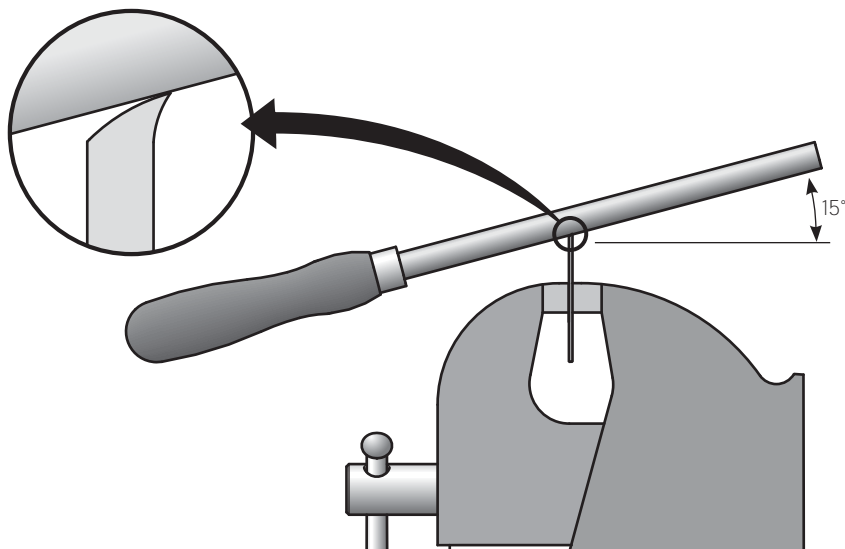

Figure 5 : Affilage
Étape 3 – Affilage : Maintenir fermement la lame dans un étau. Utiliser un affiloir – l’affiloir triple Veritas 05K32.01 convient très bien pour cette tâche – pour former le crochet, comme illustré à la **figure 5**. Appuyer fermement l’affiloir sur la lame et exécuter 3 ou 4 passes sur toute sa longueur, en suivant l’angle du biseau. Répéter cette étape, en soulevant légèrement la poignée de l’affiloir. Enfin, terminer cette opération avec l’affiloir incliné à 15° par rapport à l’horizontale, comme illustré à la **figure 5**. Les premières fois, vérifier le résultat obtenu en faisant une visée